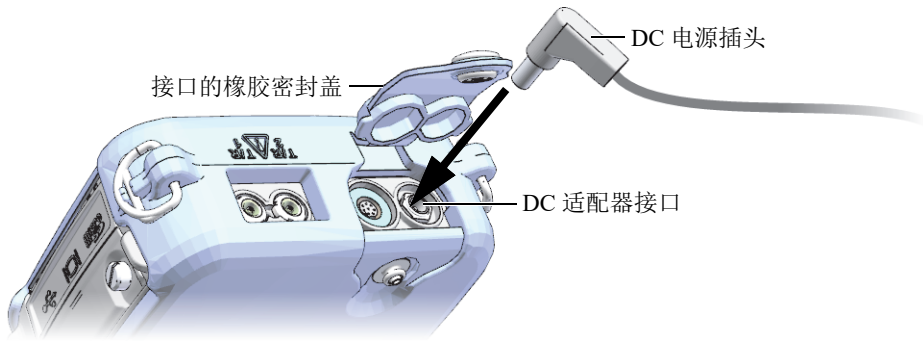

图 2-3 接入 DC 电源插头
2. 在 39DL PLUS 仪器上，打开 39DL PLUS 仪器顶部盖住 DC 适配器接口的橡胶密封盖（参见第 45 页的图 2-3）。
3. 将充电器 / 适配器的 DC 电源插头插入到 DC 适配器接口中（参见第 45 页的图 2-3）。